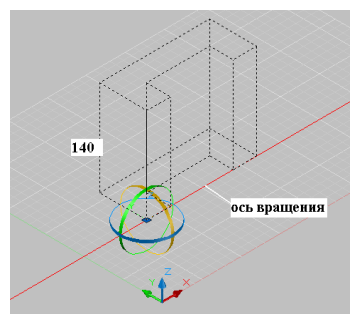
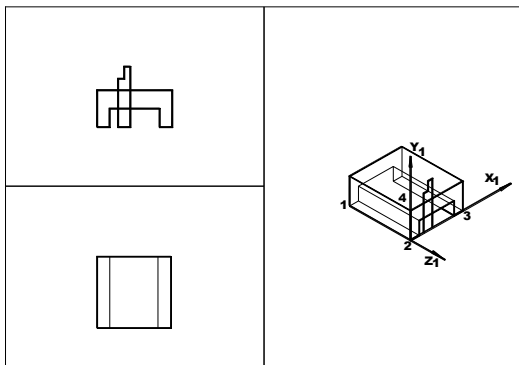

Рис.10.2 Поворот основания
Рис.10.3 Повернутое основание
- “Выдавить” основание, используя команду **ВЫДАВИТЬ** (м. Рисование / Моделирование), на высоту - 140 (рис.10.2).
- Повернуть основание вокруг оси (см. рис.10.2) на угол 90°, используя команду **3ДПОВЕРНУТЬ** (м. Редактировать / 3D Операции / 3D Поворот). Результат поворота - на рис.10.3
- Создать новую ПСК₁, (м. **Сервис / Новая ПСК / 3 Точки**) : начало координат - т.2; новое положение оси ОХ – т.3; новое положение оси ОУ – т.4 (рис.10.3).